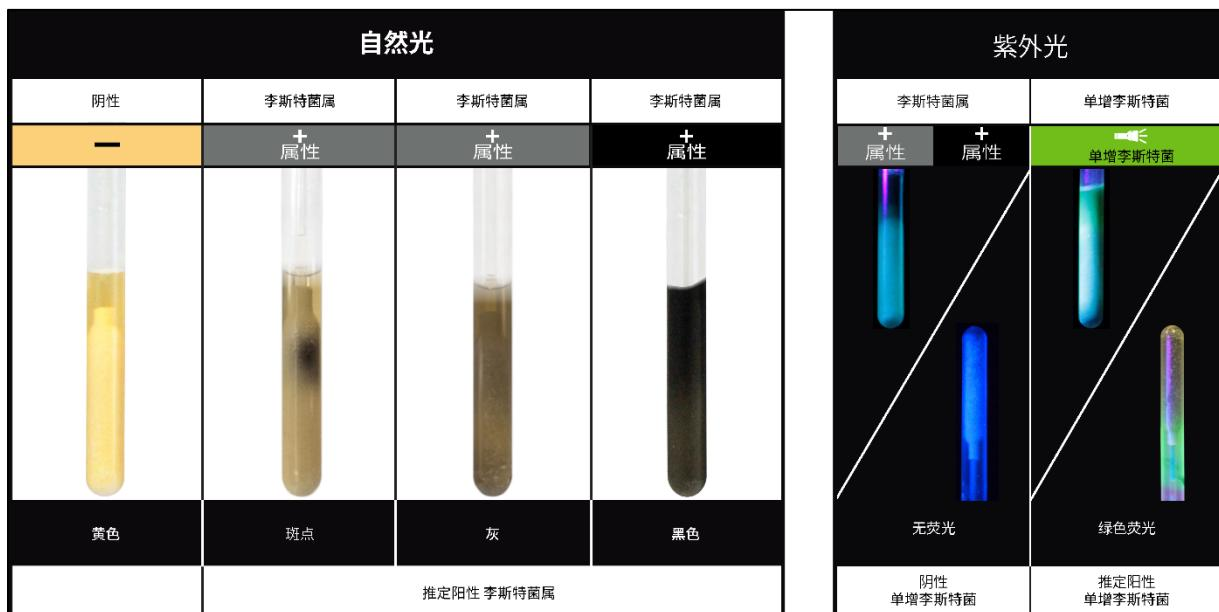

图 2.自然光或紫外线照射色变化的解释。李斯特菌属: *LISTERIA SPP.* 和 spp.。和单核细胞增生李斯特菌: *L. MONO*。
5. 在  $37 \pm 1^\circ\text{C}$  下培养 24–48 小时。观察颜色变化（图 2）并记录结果。培养 48 小时后方可认为结果为阴性。
- 如果可见绿色荧光（图 2），则推定样本对单核细胞衣原体呈阳性反应。
- 如果荧光不清晰，请倒转测试装置。由于荧光化合物会与试管材料结合，如果试管底部的观察区没有介质，结果的解释就会更好（图 2）。
有关代表性结果, 请参阅图 2: